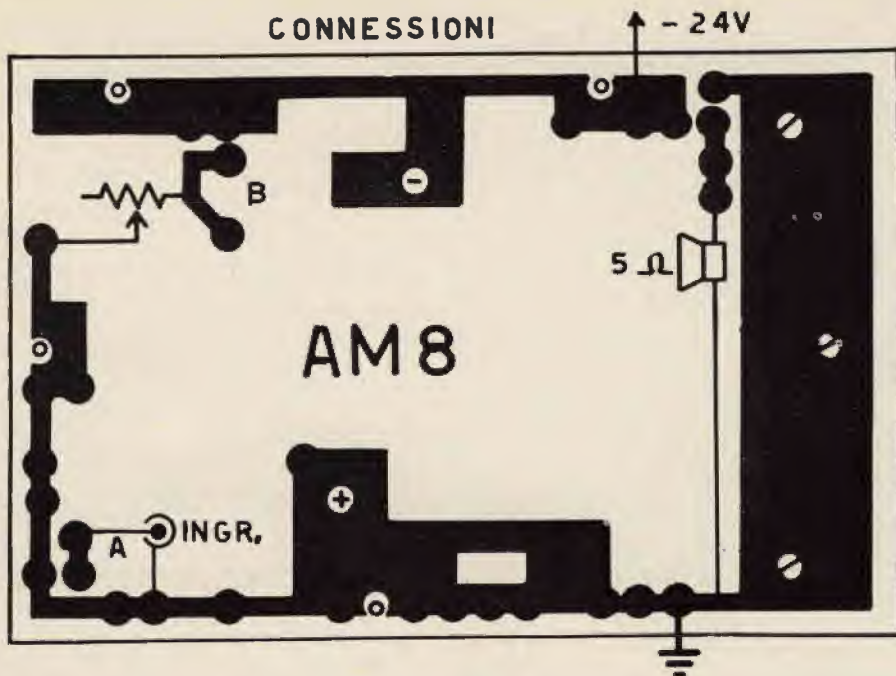

Figura 4
Le connessioni, figura 4, si presentano molto facili, allo scopo sono stati volutamente tralasciati gli altri collegamenti, limitandosi a riprodurre la massa (+), il negativo (-), l'entrata (A), l'uscita contrassegnata con il simbolo dell'altoparlante.